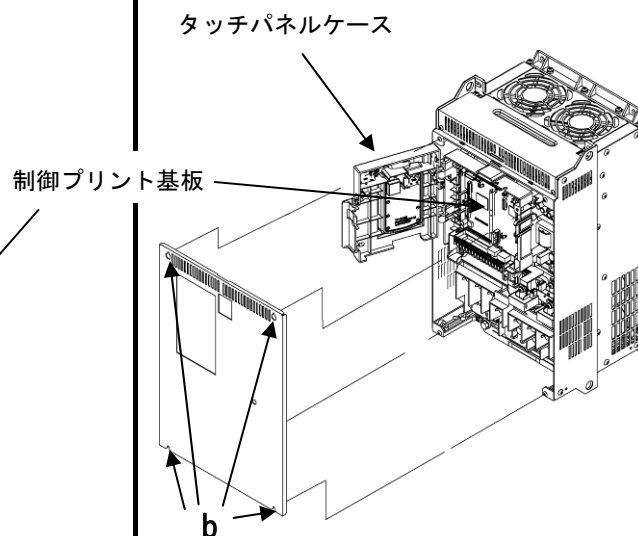

図 6.1.3 前カバーの取外し方法
- (1) 図 6.1.3 のように、b 部の表面カバー取付けネジ（容量により個数は異なります）を外し、表面カバーを取り外してください。
- (2) タッチパネルケースを開けてください。
- (1) 制御プリント基板のオプション取付け用金具の 3 カ所 "a" ~ "c" に、付属のスペーサ "d" (3 本) を取り付けます。
- (2) 通信オプションカードのコネクタ CN1 (裏面にあり) が制御プリント基板の A ポート (CN3) に接続するように、通信オプションカードを取り付けます。
- (3) 付属のネジ "e" (3 本) を締めて通信オプションカードを固定します。
- (4) 図 6.1.2、図 6.1.3 の「前カバーの取外し方法」を参照して、前カバーを取り外した手順と逆に取り付けます。
- (2) 通信オプションカードのコネクタ CN1 (裏面にあり) が制御プリント基板の B ポート (CN2) に接続するように、通信オプションカードを取り付けます。
- (1) 制御プリント基板の D ポート (CN10) に、デジタル 16bit オプションを取り付けます。
- (2) デジタル 16bit オプションの取付け用穴 (①～⑥) の①と②にデジタル 16bit オプション付属のねじ“a” (2本) を、③～⑥にスペーサ“b” (4本) を取り付けます。
- (3) 制御プリント基板のオプション取付け用金具“c”には、通信オプションカード付属のスペーサ“d” (1本) を取り付けます。
- (4) 通信オプションカードのコネクタ CN1 (裏面にあり) が制御プリント基板の A ポート (CN3) に接続するように、通信オプションカードを取り付けます。
- (5) 付属のねじ“e” (3本) を締めて通信オプションカードを固定します。
- (6) 図 6.1.2, 図 6.1.3 の「前カバーの取外し方法」を参照して、前カバーを取り外した手順と逆に取り付けます。
- (4) 通信オプションカードのコネクタ CN1 (裏面にあり) が制御プリント基板の B ポート (CN2) に接続するように、通信オプションカードを取り付けます。
- (2) デジタルオプションカードのコネクタ CN1 (裏面にあり) が制御プリント基板の A ポート (CN3) に接続するように、デジタルオプションカードを取り付けます。
- (3) デジタルオプションカード上から出ている電源ハーネスを、制御プリント基板上の CN25 に接続します。
- (4) 付属のネジ "e" (3 本) を締めてデジタルオプションカードを固定します。
- (5) 図 6.1.2, 図 6.1.3 の「前カバーの取外し方法」を参照して、前カバーを取り外した手順と逆に取付けます。
- (2) デジタルオプションカードのコネクタ CN1 (裏面にあり) が制御プリント基板の B ポート (CN2) に接続するように、デジタルオプションカードを取り付けます。
- (3) デジタルオプションカード上から出ている電源ハーネスを、制御プリント基板上の CN24 に接続します。OPC-VG1-SPGT の場合は CN12 に接続します。
- (1) 制御プリント基板のDポート(CN10)に、デジタル16bitオプションを取り付けます。
- (2) デジタル16bitオプションの取付け用穴(①~⑥)の①と②にデジタル16bitオプション付属のねじ“a”(2本)を、③~⑥にスペーサ“b”(4本)を取り付けます。
- (3) 制御プリント基板のオプション取付け用金具“c”には、デジタルオプションカード付属のスペーサ“d”(1本)を取り付けます。
- (4) デジタルオプションカードのコネクタCN1(裏面にあり)が制御プリント基板のAポート(CN3)に接続するように、デジタルオプションカードを取り付けます。
- (5) デジタルオプションカード上から出ている電源ハーネスを、制御プリント基板上のCN25に接続します。
- (6) 付属のネジ“e”(3本)を締めてデジタルオプションカードを固定します。
- (7) 図6.1.2、図6.1.3の「前カバーの取外し方法」を参照して、前カバーを取り外した手順と逆に取り付けます。
- (4) デジタルオプションカードのコネクタCN1(裏面にあり)が制御プリント基板のBポート(CN2)に接続するように、デジタルオプションカードを取り付けます。
- (5) デジタルオプションカード上から出ている電源ハーネスを、制御プリント基板上のCN24に接続します。OPC-VG1-SPGTの場合はCN12に接続します。